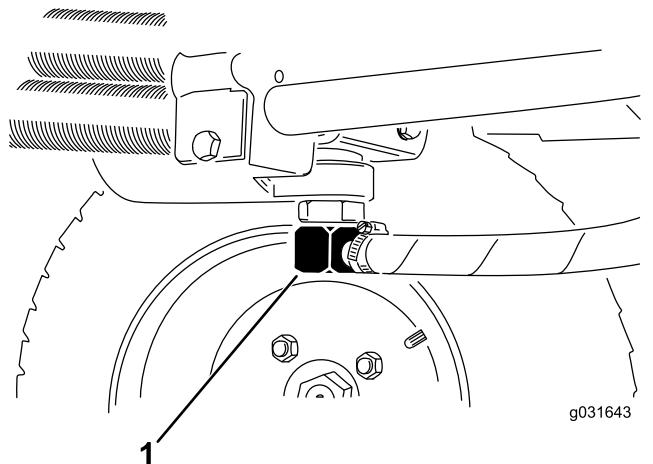
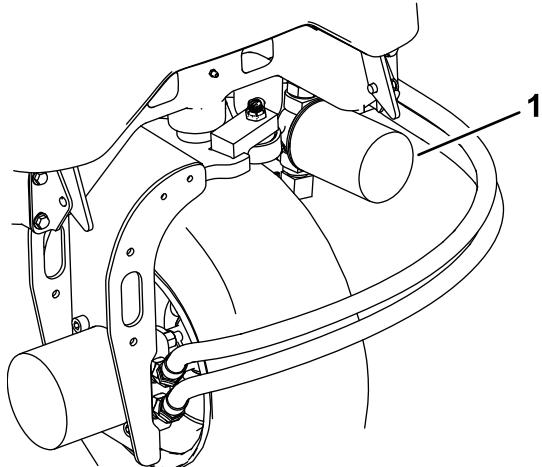

图 66
图 68
2. 断开液压管线与油箱的连接或卸掉液压油滤芯让液压油流入放油盘 图 68和图 66。
3. 液压油停止排出时安装液压管线 图 66。
盘然后拆下滤芯 图 68。